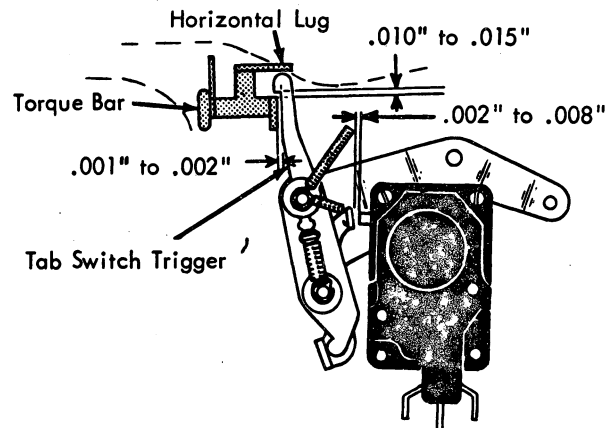

FIGURE 229. Tab Interlock Switch
1. **Interlock Switch** (Fig. 229)